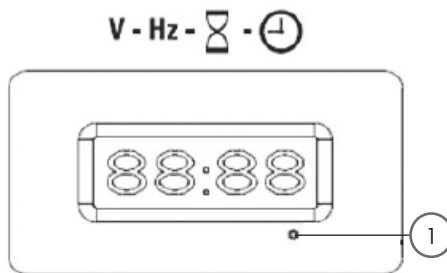

Рис.5
Данный генератор оснащён дисплеем, который может отображать напряжение, частоту, общее количество часов работы и текущее время. Показания дисплея можно настроить с помощью кнопки (1) (рис. 5).